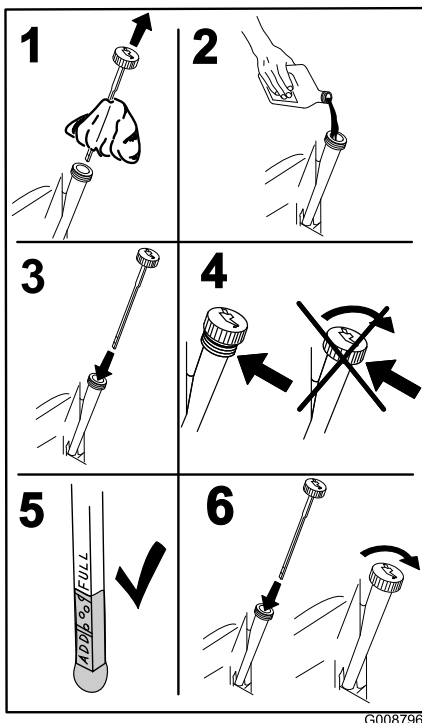

Bild 46
4. Gießen Sie langsam ungefähr 80 % der angegebenen Ölsorte in den Einfüllstutzen und füllen Sie dann vorsichtig mehr Öl ein, um den Ölstand an die **Voll**-Marke zu bringen (Bild 46).